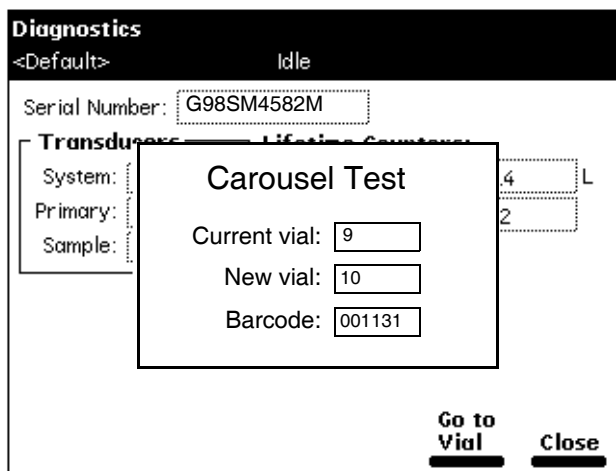

图 8-17 样品转盘测试屏幕
1. 选择 Other Diagnostics（其它诊断）屏幕中的 **Carousel（样品转盘）**，然后按 **OK（确定）**。出现 Carousel（样品转盘）测试屏幕（图 8-17）。